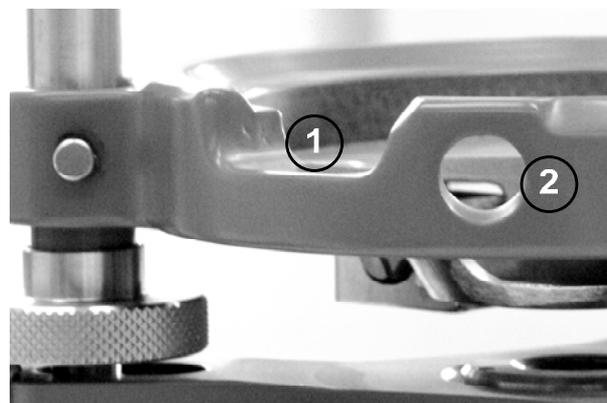

Figure 6 - vue détaillée de l'embase WILD GDF6
La figure 6 illustre un ancien modèle d'embase Leica (Wild), GDF6 (qui n'est plus disponible aujourd'hui). C'était l'embase standard de différents instruments (par ex. Wild T16). L'entaille (1), montrée sur la figure 6, servait à fixer l'instrument toujours dans la même position dans l'embase (les anciens modèles d'instruments étaient pourvus d'un ergot) pour éviter des erreurs de centrage dans le cadre d'applications spéciales. L'orifice (2) devait fournir la lumière nécessaire à la lecture du cercle horizontal. Les modèles actuels ne sont plus pourvus de cet orifice (2). Il est démodé et n'a plus de fonction. Mais l'entaille (1) est encore nécessaire pour certains instruments (par ex. Leica TDA5100).